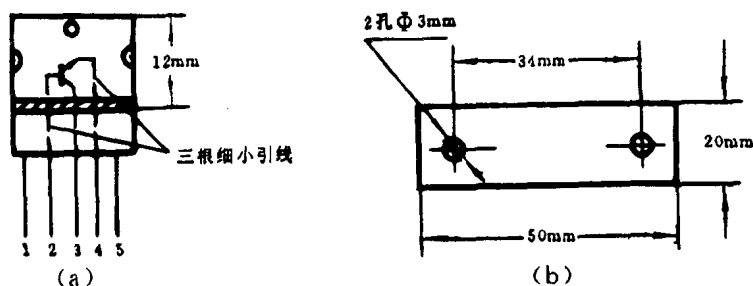

图 2-2
具体方法是:拆下 STRD1806,在其正面离顶端 12mm 处,如图 2-2 (a)。用钢锯沿水平方向慢慢锯下 1.5mm 左右,即可见到两根细小引线,锯断此两根引线,就断开了内部调整管的 b、e 极,装好原集成电路,再在其②、③和④脚的电路接上三根软线后,用一个 BU508A 塑封管倒装在原集成电路散热壳上。装接时要垫上原绝缘片,再用一块 50mm×20mm,厚 2mm 铝片打两个 Φ3mm 孔,见图 2-2 (b)。把 BU508A 固定,最后把三根引线用套管对应焊在 BU508A 各极上,试机恢复正常。